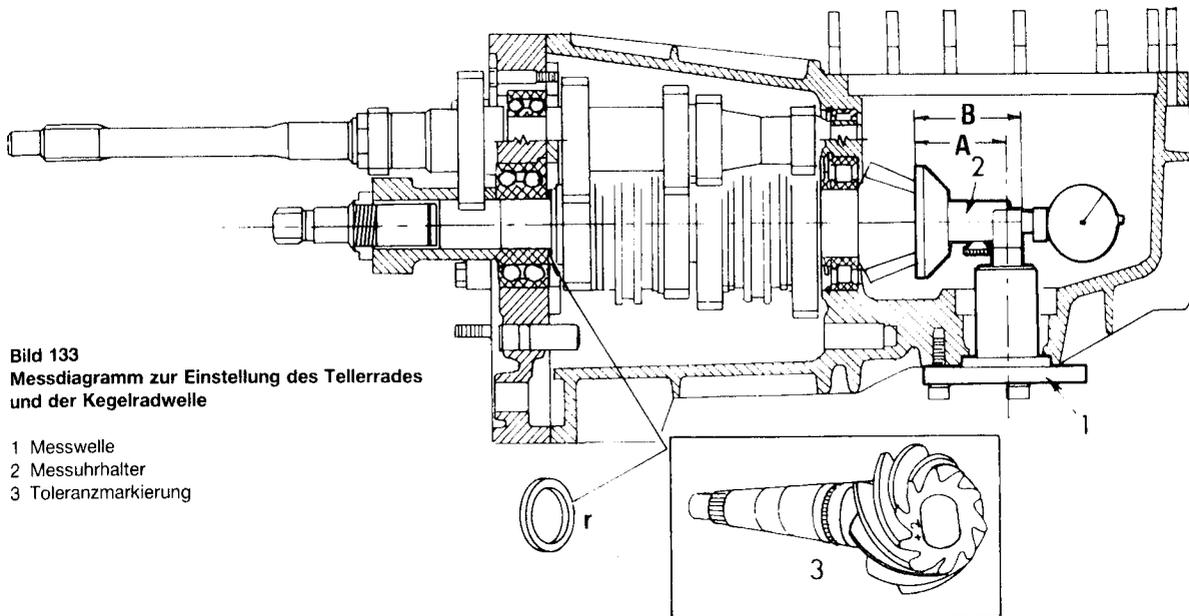

Bild 133
- Die Messwelle in die Bohrung für das Differentiallager im Differentialgehäuse einsetzen, wie es aus den Bildern 133 und 134 ersichtlich ist. Das Kegelrad ist vorschriftsmässig eingebaut, fass das Mass «A» in Bild 133 66,50 mm von der Mittellinie der Messwelle entfernt steht. Berücksichtigt werden muss dabei die Toleranz des Kegelrades, welche in die Stirnfläche des Kegelrades eingezeichnet ist und entweder «Plus» oder «Minus» betragen kann.